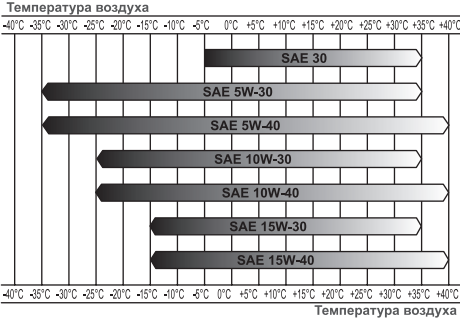

Рис. 5 Определение вязкости масла
*Нельзя применять масло для двухтактных двигателей. Рекомендуется применять моторное масло для четырехтактного дизельного двигателя категории SL/CF и выше по системе классификации API. Вязкость масла по классификации SAE выбирается в зависимости от температуры окружающего воздуха, при которой будет работать двигатель. При выборе вязкости масла пользуйтесь таблицей, показанной на Рис. 5.*